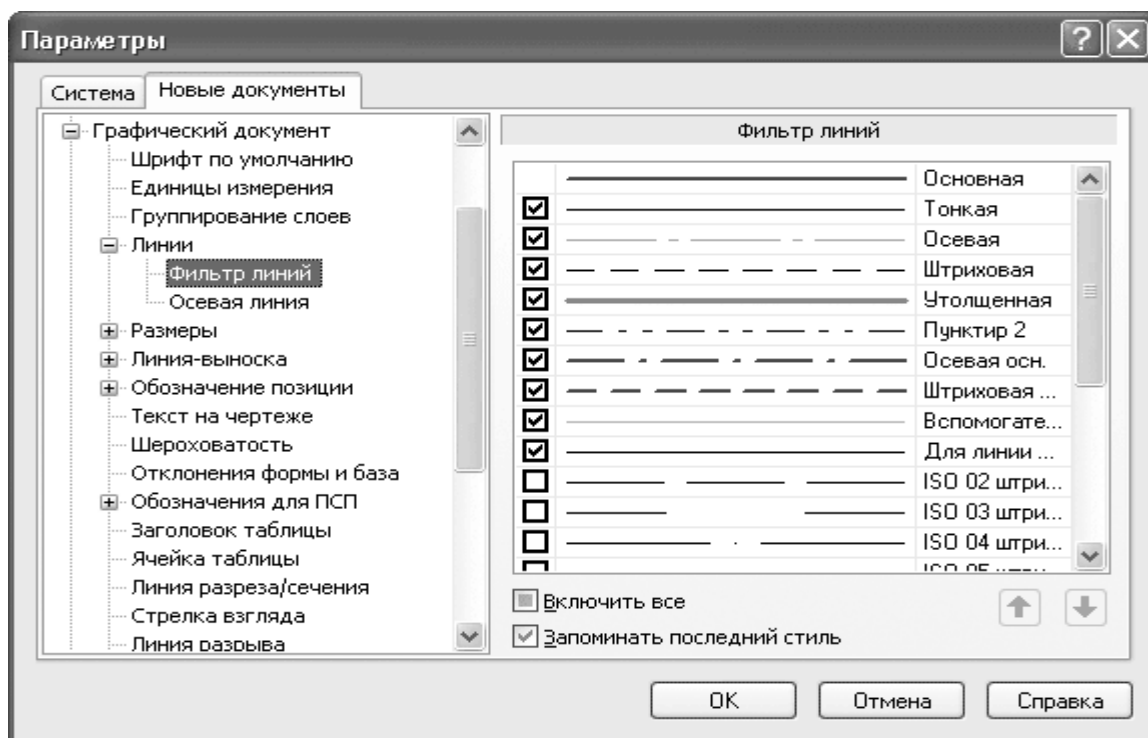
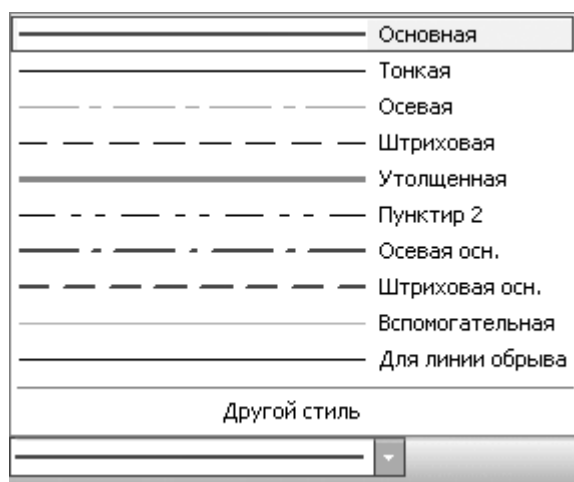

Рис. 1.63. Настройка фильтра линий
Рис. 1.64. Список доступных стилей линий при построении геометрических объектов
- Линии – позволяет настроить фильтры линий, а также размеры штрихов и промежутков осевой линии. Настройка фильтра линий (рис. 1.63) подразумевает выбор стилей линий, которые будут доступны при вводе геометрических объектов на чертеже, задание их последовательности в списке типов линий при вводе объектов, а также определение стиля по умолчанию. В области Фильтр линий находится список всех доступных стилей линий. Стили, отмеченные флажком, отображаются в раскрывающемся списке Стиль, который появляется на панели свойств при создании графических объектов (рис. 1.64). Стиль, находящийся в верхней части списка Фильтр линий, и будет предлагаться по умолчанию (на рис. 1.63 и 1.64 это стиль Основная). С помощью кнопок, на которых изображены стрелки, любой стиль можно перемещать в пределах списка;